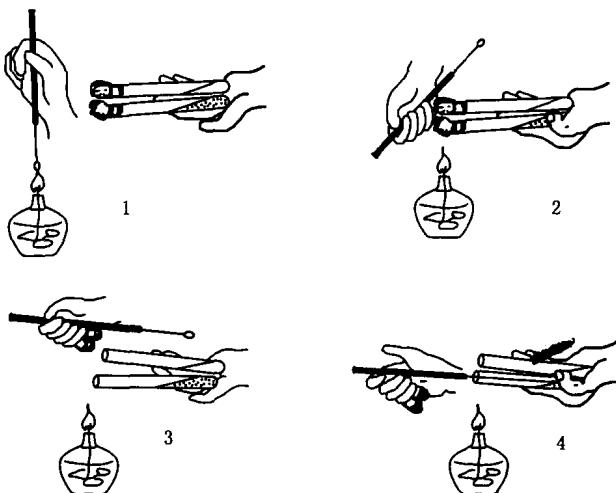
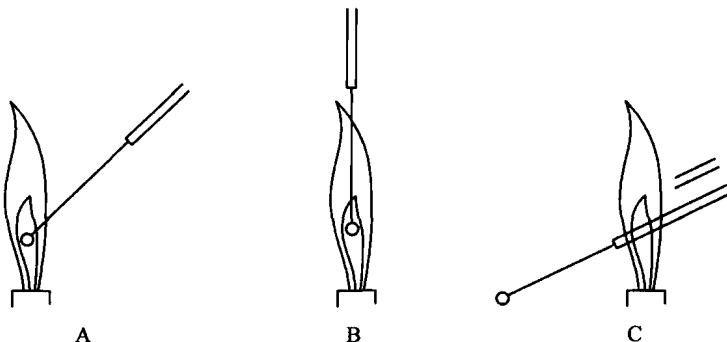

图 2-1 移植试管斜面菌种的基本操作
图 2-2 接种环或针的火焰灭菌
虽然由于工作目的和所用材料不同，无菌操作的具体操作有所差异，但在基本动作上则是一致的。图 2-1 所示的是在移植试管斜面菌种时的 4 个基本操作。操作要点如下：
2. 右手持接种环，用拇指、食指和中指把住柄部。先垂直将环向下，在酒精灯（或煤气灯）火焰上将白金丝（或镍铅丝）烧红。然后斜持着将杆部在火焰上慢慢通过，往复一次。只是能烧到需进入试管的部分就行，而且不需烧红。因为当金属杆通过火焰被烧灼时，上面如果附有杂菌，不被烧死，也已被固定，不致造成污染（如图 2-1, 图 2-2 接种环的火焰灭菌步骤）。